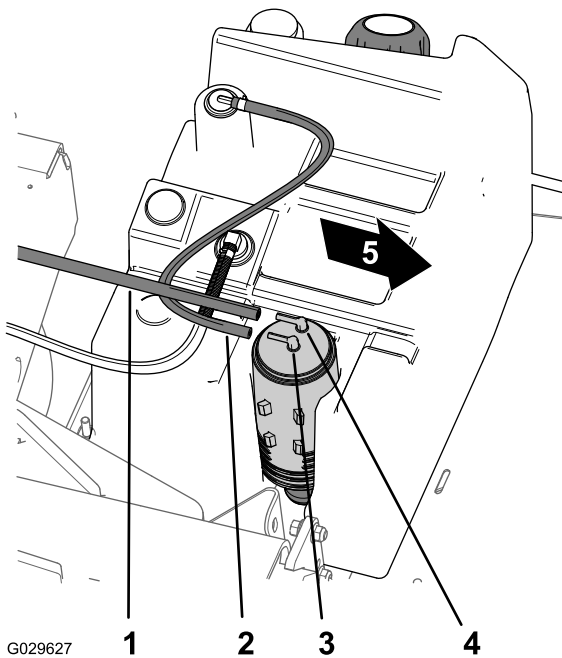

Figure 49
- Débranchez le flexible de dépression du raccord marqué « Purge » sur la cartouche de charbon actif (Figure 49).
- Débranchez le flexible du réservoir de carburant du raccord marqué « Fuel Tank » sur la cartouche de charbon actif (Figure 49).
8. Branchez le flexible de dépression au raccord marqué « Purge » de la cartouche de charbon et le flexible du réservoir de carburant au raccord marqué « Fuel Tank » (Figure 49).